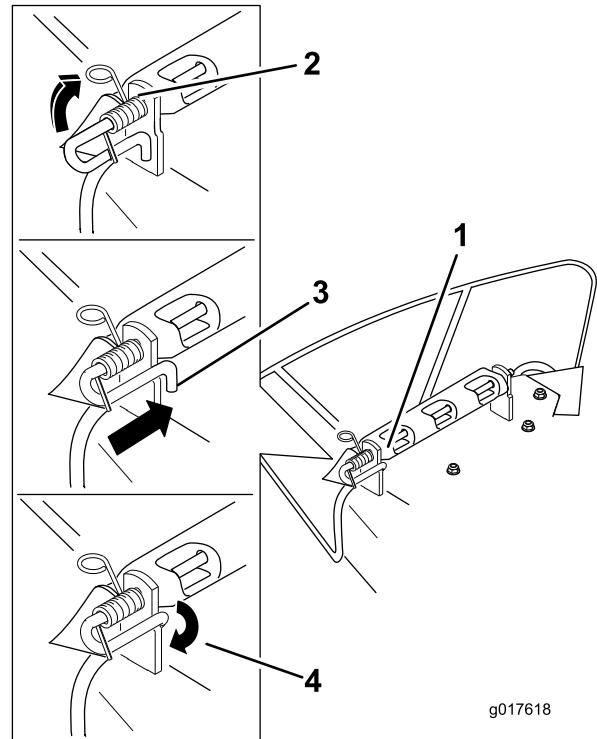

Figure 63
4. Soulevez le côté avec la boucle du ressort et placez-le dans le cran du support de déflecteur (Figure 63).
| 5. Fixez l'ensemble tige et ressort en le tournant de sorte à pouvoir placer l'extrémité courte de la tige derrière le support avant soudé au tablier de coupe (Figure 63). | |